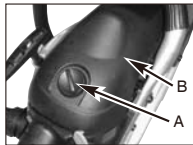

Bild. 18A
- Entfernen Sie den Knopf (A), der die Abdeckung des Luftfilters festhält, entfernen Sie die obere Abdeckung (B), indem Sie die Festhalteschraubende Abdeckung lösen. Die Abdeckung lässt sich jetzt abnehmen. (Bild. 18A)